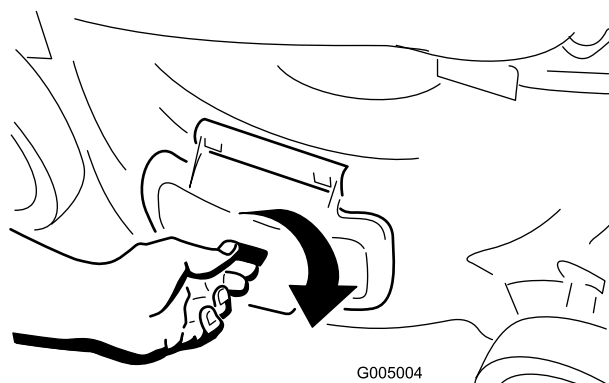

Figura 16
1. Desbloquee la puerta de descarga lateral (Figura 16).